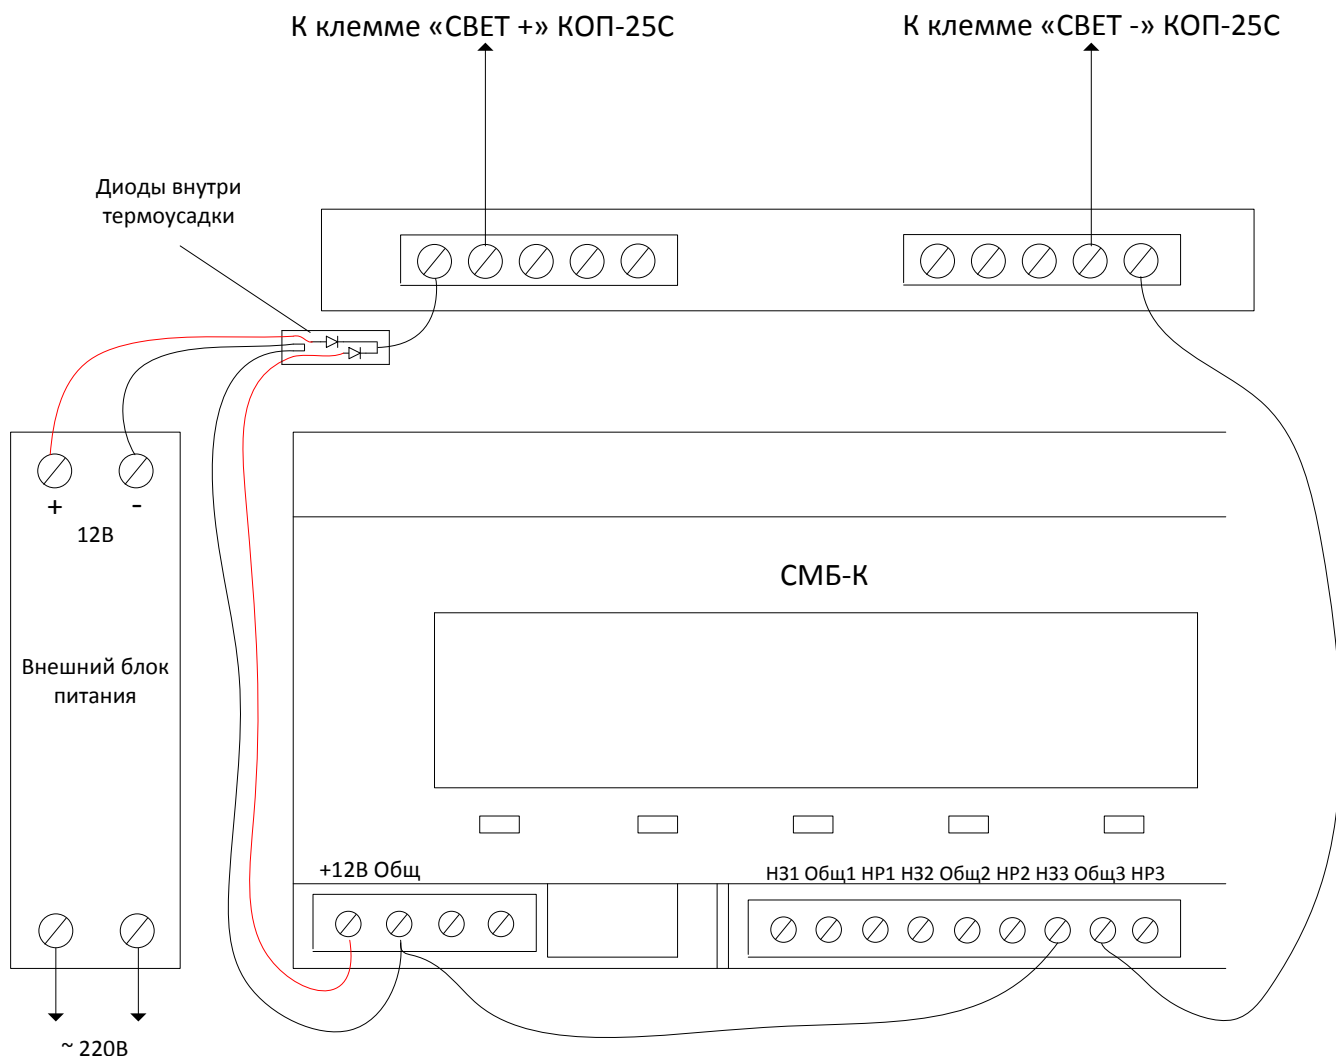

Рисунок 6
- б) выполнить соединения идущими в комплекте сигнализатора кабелями согласно схеме и картинкам (см. Рисунок 6, 7, 8 и 9);